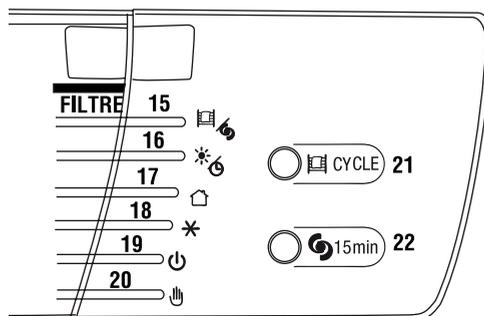

Fig. 9
La led 19 s'allume fig. 9. Pour l'arrêter complètement, mettez l'interrupteur sur "O".
La led verte 16 s'allume sur le tableau de commande fig. 9
La led verte (15) s'allume sur le tableau de commande fig. 9 Appuyez sur la touche (2), l'écran affichera pendant 5'' le symbole () et le message clignotant 'indiquant 30 min.
La (15) s'allume sur le tableau de commande fig. 9
Le radiateur sèche-serviettes démarre quand la température ambiante est inférieure à la température programmée. La led () (16) s'allume fig. 9.
En appuyant sur la touche 11, vous activez la fonction hors-gel et vous désactivez les autres. La led (18) s'allume, fig. 9.
Si le filtre est très sale ou si les grilles sont presque complètement bouchées, un capteur de sécurité peut se déclencher et bloquer complètement le ventilateur. Le cas échéant, le témoin "Filtre" s'allume. (Fig. 9)